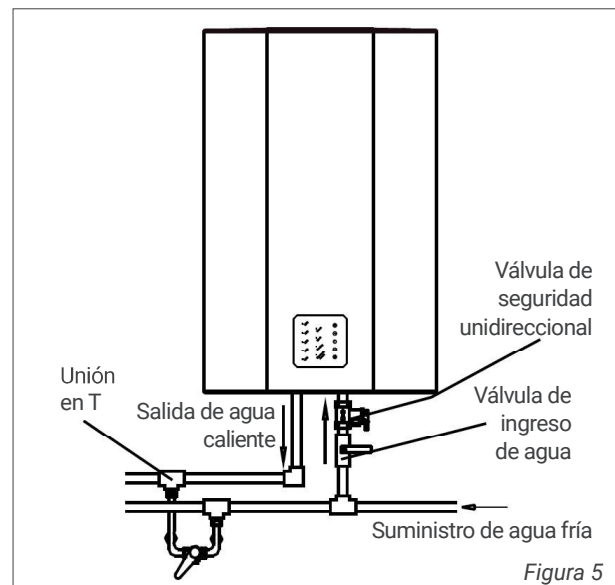

Figura 5
9. Después de confirmar que los valores nominales de los medidores de electricidad, cables, interruptores enchufes y fusibles del sistema de suministro de energía cumplan con los requisitos de consumo de energía de este producto, conecte un enchufe de posición adecuada para suministrar energía al termo eléctrico (como se muestra en la figura 5). La altura de instalación de la toma de corriente desde el suelo no debe ser inferior a 1,8 m.